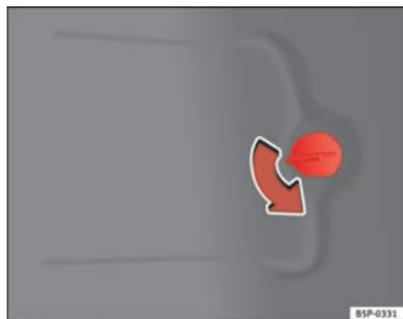

Fig. 185 Luzes na carroçaria
- Abrir a tampa do painel lateral da bagageira ⇒ fig. 185.